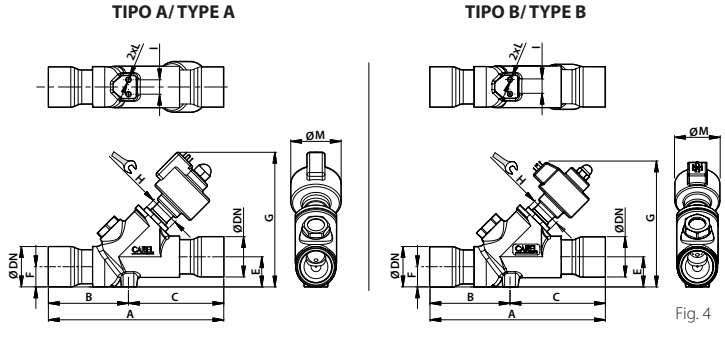

Fig. 4
5. Tighten the steel cartridge to the special threaded socket in the valve body using fork spanner (for the size see Fig. 4), making sure the O-ring is fitted to ensure hermetic tightness. Tighten the cartridge by pressing the ring against the valve body with a recommended torque of 30-35 Nm for E⁵V and E⁶V or 35-40 Nm for E⁷V (Fig. 2.3). Warning! If the threaded rod comes completely out of the cartridge, proceed as follows:
- Visser la cartouche en acier au corps du détendeur dans son emplacement fileté spécial avec une clé à fourche (pour la dimension, voir fig. 4) en vérifiant l'insertion correcte du joint «O-ring», qui garantit son étanchéité. Serrer la cartouche en situant la bague en butée sur le corps vanne avec un couple de serrage conseillé de 30-35 Nm pour EVV et EVV ou de 35-40 pour EVV (Fig. 2.3).
- Den Stahleinsatz in der speziellen Gewindeausparung des Ventilkörpers mit einem Gabelschlüssel (für die Größe siehe Fig. 4) verschrauben; überprüfen, dass der O-Ring, der die hermetische Dichtigkeit garantiert, befestigt ist. Den Einsatz am Ventilkörper mit einem Drehmoment von 30-35 Nm für EVV und EVV oder 35-40 für EVV festschrauben (Fig. 2.3).